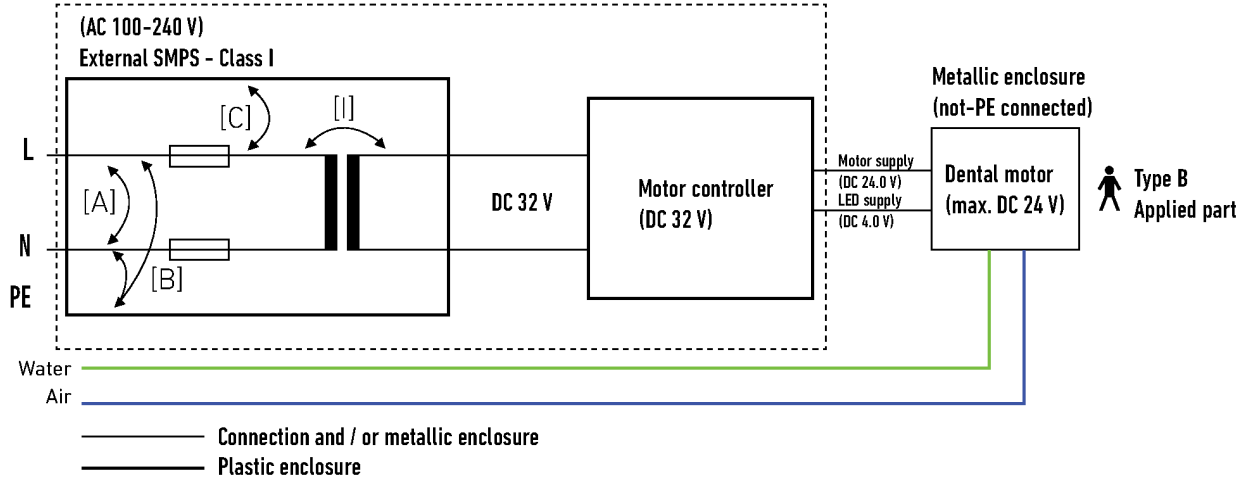

FIG. 1
Elektrisk sikkerhet kan kun kreves når enheten brukes i henhold til isolasjonsskjemaet ovenfor. FIG. 1.
- Ved bruk i henhold til isolasjonsskjemaet FIG. 1, er enheten kompatibel med følgende klausuler i IEC 60601-1:
Elektromagnetisk kompatibilitet av motorer og kompatible slanger har blitt verifisert for et testoppsett som representerer typisk sluttbruk i henhold til isolasjonsskjemaet FIG. 1. Elektromagnetisk kompatibilitet må valideres for den endelige applikasjonen etter installasjon av motoren i dentalenheten.
Anbefalt installasjon samsvarer med isolasjonsskjemaet FIG. 1.